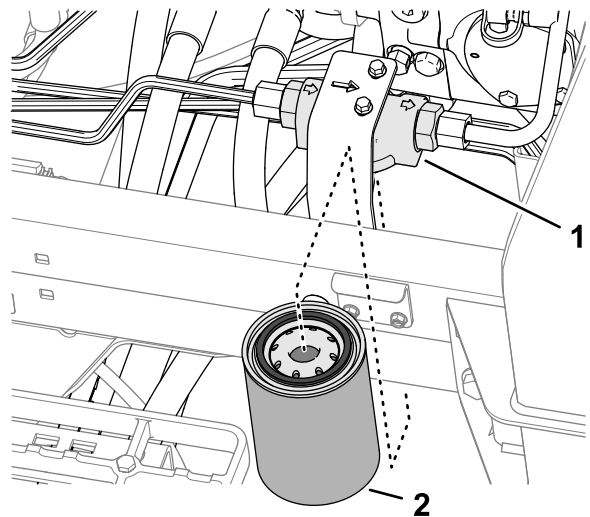

Figura 150
3. În partea stângă a mâinii, așezați o tavă de golire sub filtrul de încărcare (Figura 150).